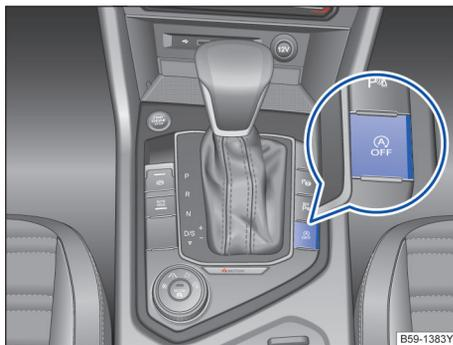

图 110 启停系统按钮
- 按两次按钮  → 图 110。
- 按下按钮  → 图 110。